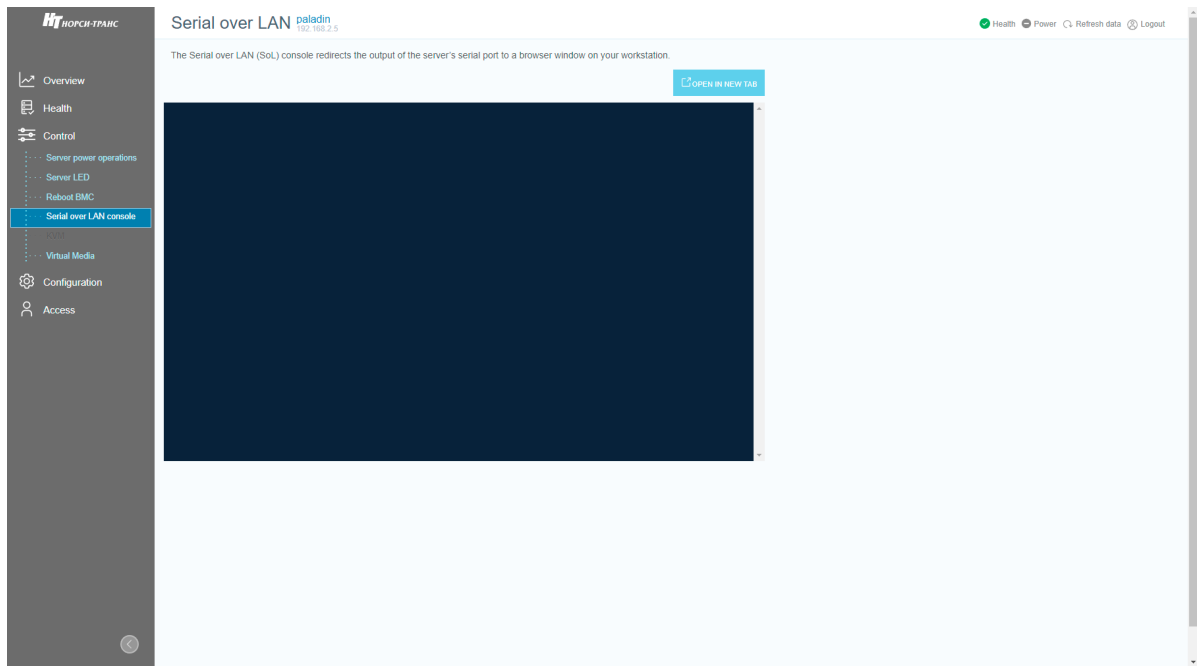

Рис. 72. Окно «Reboot BMC»
- 5) Пройдите во вкладку «Control» → «Serial over LAN» в данной вкладке осуществляется перенаправление выходных данных последовательного порта сервера в окно браузера вашей рабочей станции. Окно показано на рис. 72 Окно «Reboot BMC»